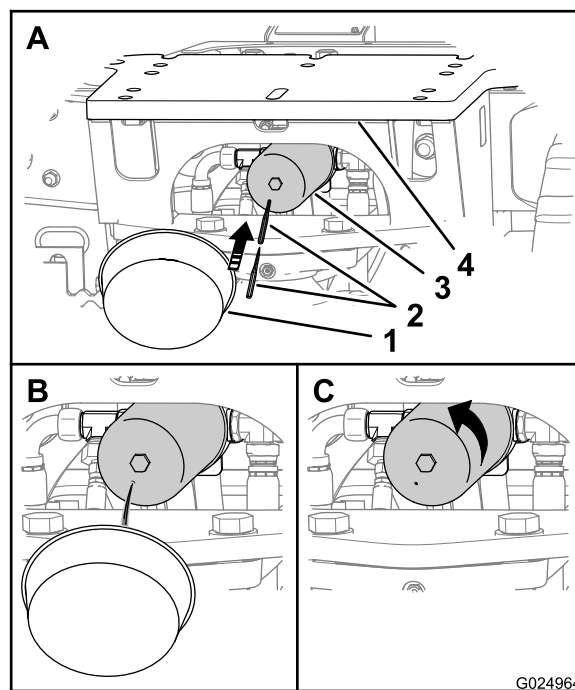

Figura 112
Nota: Puede tener acceso a los filtros de aceite hidráulico de retorno desde debajo de la placa de enganche trasera de la máquina (Figura 112).
1. Coloque un recipiente debajo del filtro de aceite hidráulico de retorno (Figura 112).
2. Perfore la parte inferior del filtro hidráulico de retorno y deje que se drene el aceite hidráulico residual al recipiente (Figura 112).
3. Gire el filtro de retorno hidráulico en sentido antihorario y retire el filtro (Figura 112).